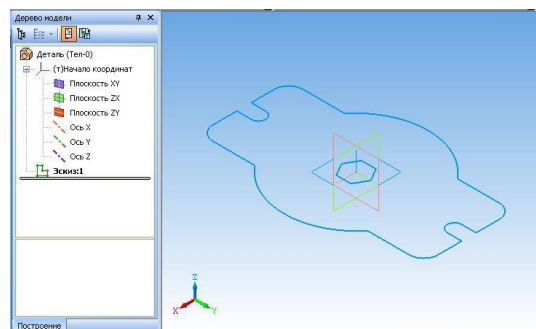

Рис. 7. Редактирование эскиза
9. Завершите работу в режиме редактирования эскиза, нажав на кнопку **Эскиз** (рис. 7).